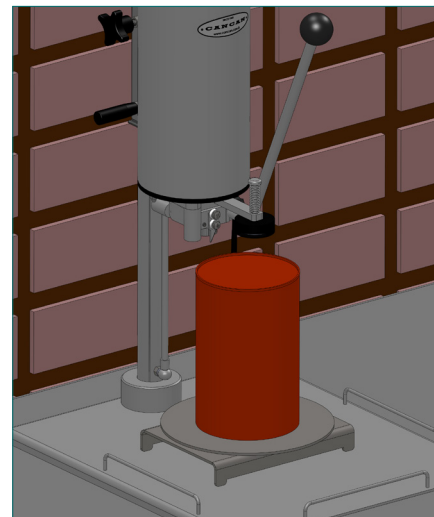

Рисунок 7
- Установите поворотный столик в соответствующие отверстие, затем поставьте круглую банку нужного размера. (**Рисунок 7**)